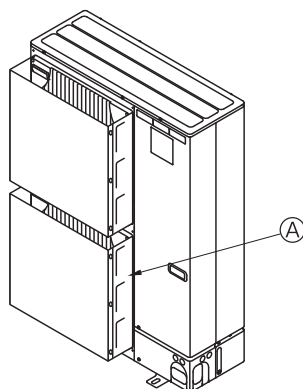

Fig. 3-3
- ② Montera en luftledare (tillval) om enheten installeras på en plats där starka vindar, t.ex. vid en storm, direkt kan tränga in i luftutblåset. (Fig. 3-3)